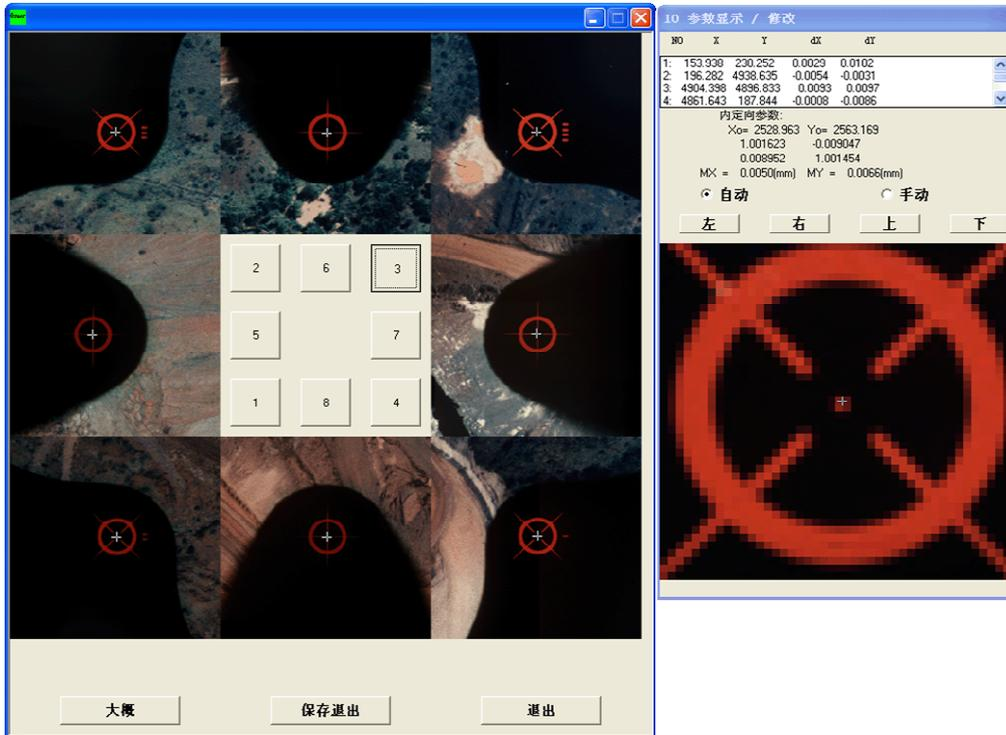

图 3-2 内定向界面
3. **内定向** 点击主界面菜单 **处理** → **模型定向** → **内定向**，进入内定向界面(图 3-2)，通过框标的自动识别与定位，快速恢复像片内方位元素。